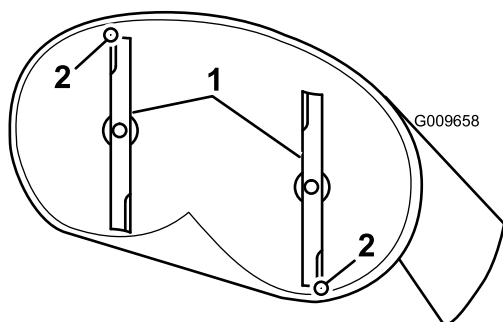
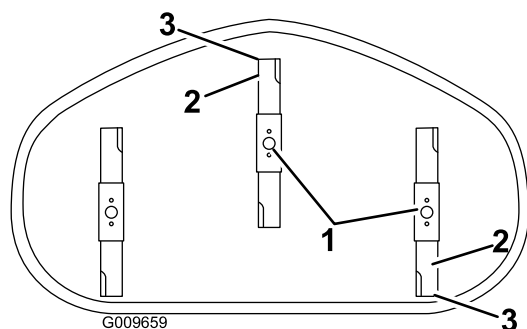

Figure 72
Figure 73
- Faites pivoter les lames avec précaution pour faire passer les pointes avant à l'arrière (Figure 72 et Figure 73).
- Mesurez la distance entre la pointe de la lame avant et la pointe de la lame arrière par rapport à la surface plane (Figure 72 et Figure 73).
- Une fois le réglage effectué, vérifiez à nouveau l'inclinaison avant/arrière des lames ; continuez d'ajuster l'écrou jusqu'à ce que la pointe avant de la lame soit de 1,5 à 8 mm plus bas que la pointe arrière (Figure 72 et Figure 73).